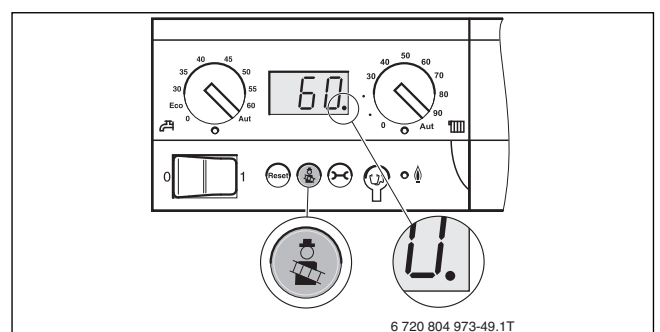

Fig. 23 Touche Test des fumées du module de commande
- ▶ Pour appeler la fonction Test des fumées sur le module de commande, appuyer sur la touche Test des fumées jusqu'à ce que le point décimal s'allume dans l'affichage de l'état (→ fig. 23). Le brûleur démarre.